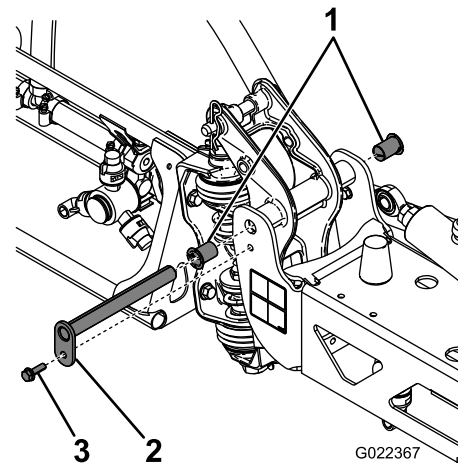

Figure 63
3. Lorsque le poids de la rampe est soutenu, retirez le boulon et l'écrou qui fixent l'axe de pivot à la rampe (Figure 63).
4. Retirez le boulon et l'écrou qui fixent l'axe de pivot, et déposez celui-ci (Figure 63).
- Déposez et examinez les bagues en nylon à l'avant et à l'arrière du support de pivot (Figure 63).
- Appliquez une petite quantité d'huile sur les bagues en nylon et montez-les sur le support de pivot (Figure 63).
- Montez la rampe et support de pivot dans le cadre central en alignant les trous (Figure 63).